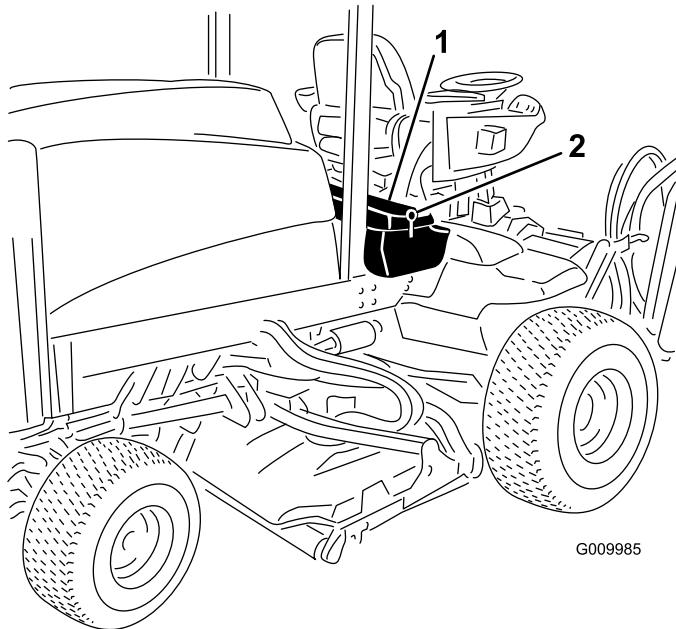

Figura 36
- Desenganche y levante el panel de la consola del operador (Figura 36).